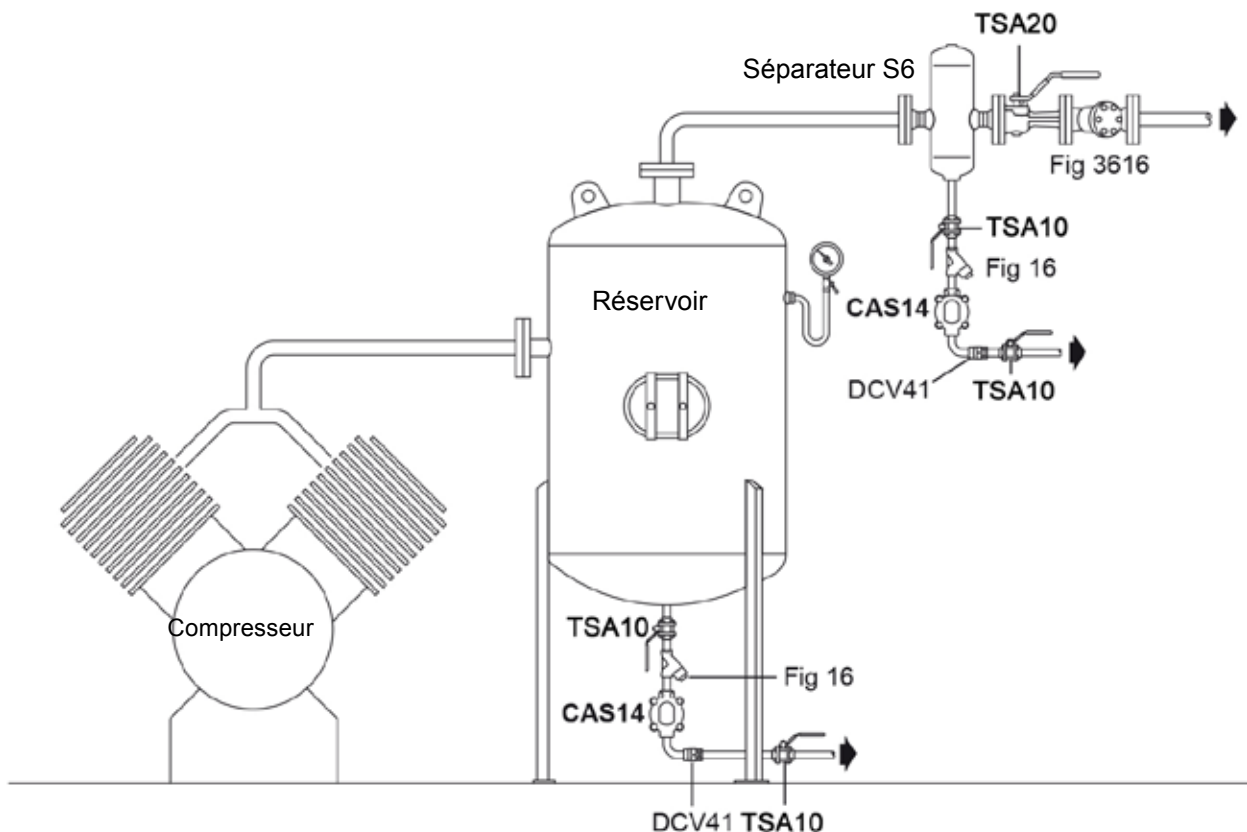

Fig. 3 - Installation typique
- 3.6** Les purgeurs doivent être montés en dessous de la sortie d'air/gaz avec une légère dénivellation en amont du purgeur. Typiquement 150 mm (voir Fig. 3 ci-dessous).